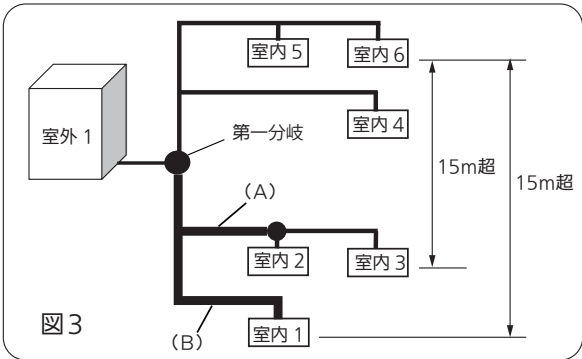

図3
- H2が15mを超える場合、室内ユニットが室外ユニットより下側にある液管、ガス管を1ランクサイズアップしてください。(図3)
- (A) 同一階に室内ユニットが2台以上ある場合